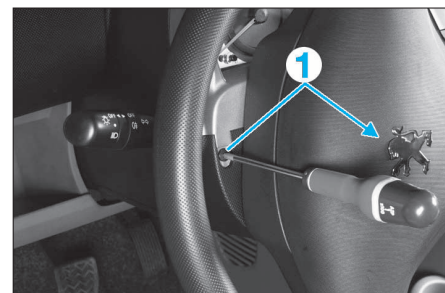

FIG. 4
- Déposer les deux vis (1) de l'enjoliveur combiné/coquille de direction (fig. 4).